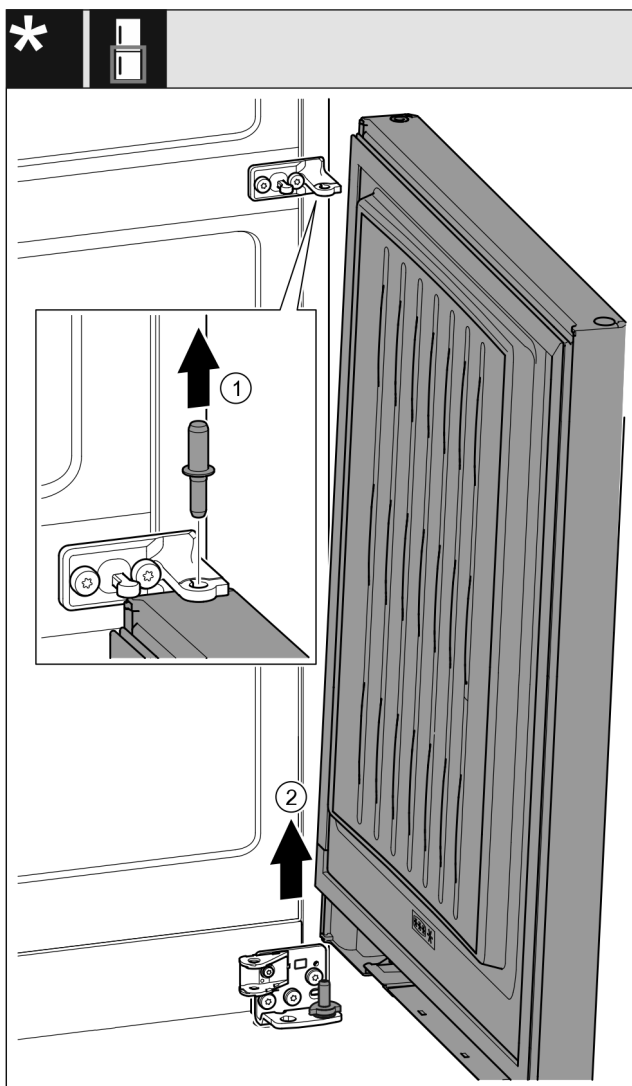

Fig. 23 *
- Estrarre il perno verso l'alto. Fig. 23 (1)*
- Aprire la porta, tirarla verso l'alto e metterla da parte. Fig. 23 (2)*